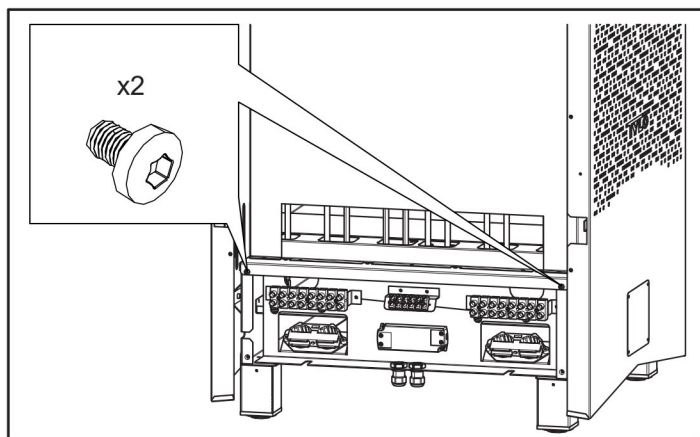

Figura 13: Inserire il cassetto e fissarlo
9. Inserire il cassetto e fissarlo con 2 viti (vedere la Figura 13).